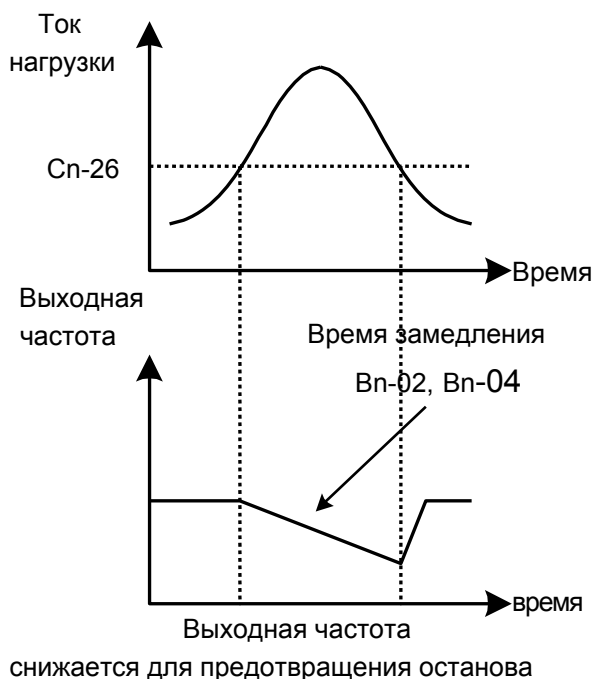

Рис. 23. Функция предотвращения остановки при работе
- Предотвращение остановки во время работы: См. рисунок 23. Замедление начинается при превышении уровня предотвращения останова $Cn-26$, особенно в том случае, когда внезапно приложена ударная нагрузка. Когда уровень тока станет ниже $Cn-26$, скорость восстанавливается.